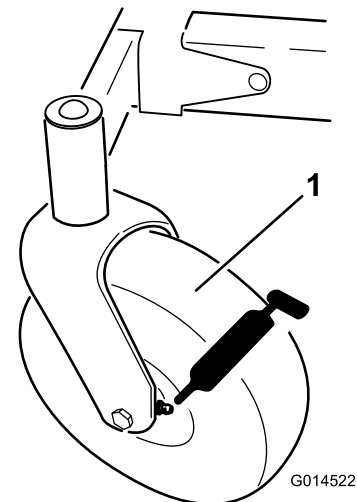
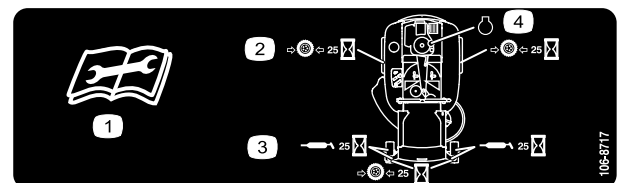

Figura 28
Figura 29
3. Limpe os encaixes de lubrificação (Figura 28 e Figura 29) com um trapo. Certifique-se de que raspa qualquer tinta da frente do(s) encaixe(s).
4. Ligue uma pistola de lubrificação ao encaixe (Figura 28 e Figura 29). Coloque lubrificante nos encaixes até que comece a escorrer massa lubrificante dos rolamentos.